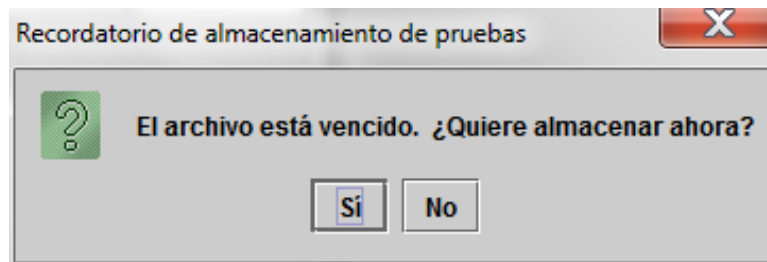
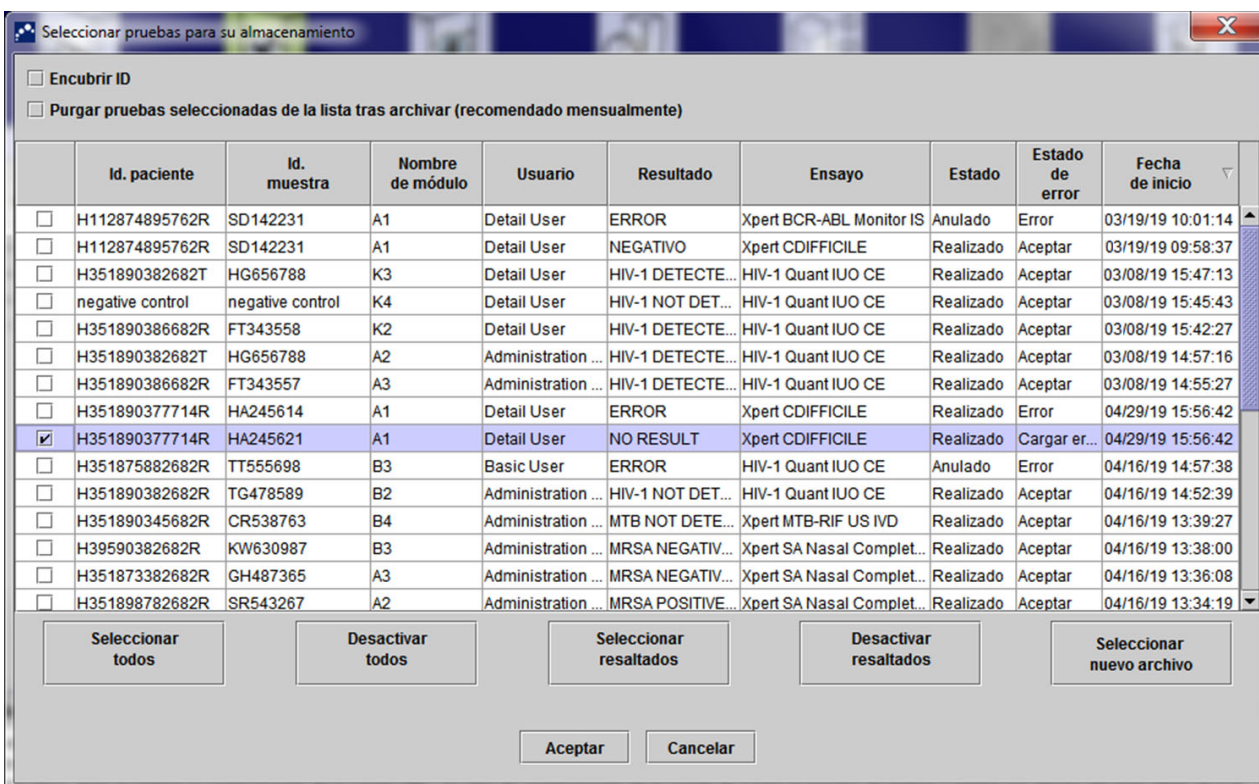

Figura 2-97. Cuadro de diálogo Recordatorio de almacenamiento de pruebas
Figura 2-98. Pantalla Seleccionar pruebas para su almacenamiento
Si no ha vencido un almacenamiento, o si **no** se ha seleccionado la configuración del almacenamiento en la figura 2-79, la figura 2-97 no se mostrará y puede pasar directamente al Apartado 2.17.1.2.
Si ha caducado un almacenamiento, se mostrará el cuadro de diálogo Recordatorio de almacenamiento de pruebas (consulte la figura 2-97).
- Si no desea realizar el almacenamiento, haga clic en **No** en el cuadro de diálogo Recordatorio de almacenamiento de pruebas (consulte la figura 2-97). Continúe con la secuencia de apagado sin almacenar (consulte el Apartado 2.17.1.2).
- Si desea almacenar, haga clic en **Sí** en el cuadro de diálogo Recordatorio de almacenamiento de pruebas (consulte la figura 2-97) para continuar con la secuencia de apagado con el almacenamiento. Aparece el cuadro de diálogo Seleccionar pruebas para su almacenamiento. Consulte la figura 2-98.